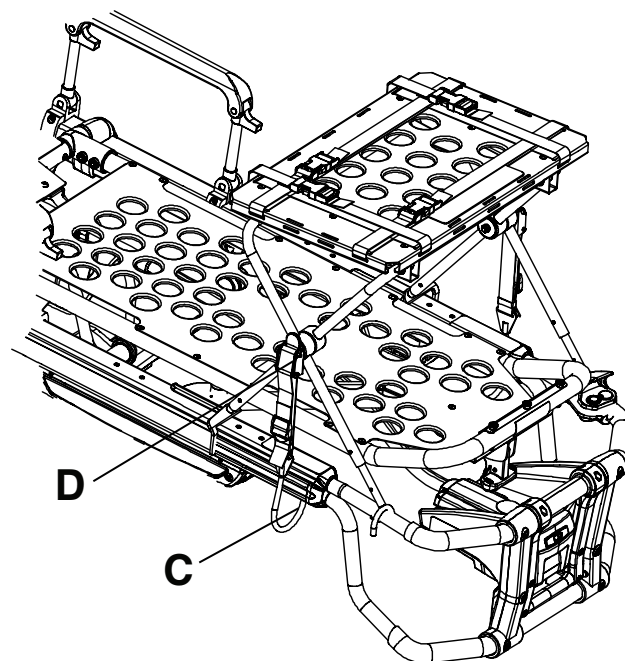
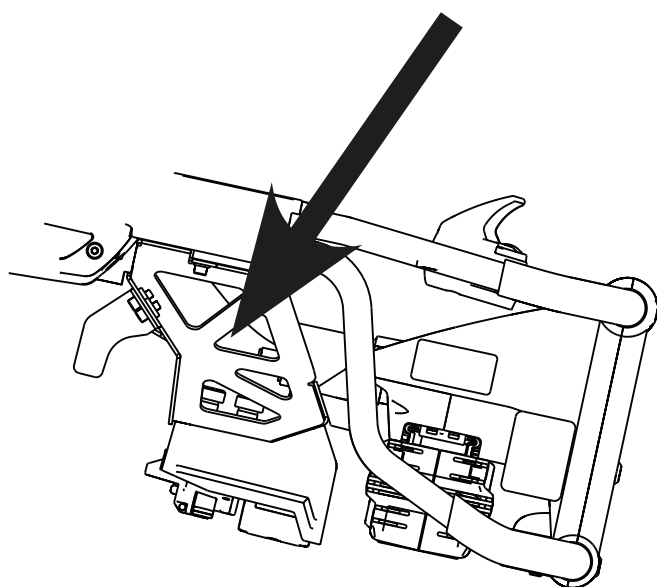

Figura 27 – Amplasarea cârligului de blocare (este ilustrat modelul 6506)
Figura 28 – Urechiuă (este ilustrat modelul 6506)
6. Puneți cârligul zăvorului (C) sub cadrul tărgii sau a dispozitivului de fixare de la capătul pentru picioare, și împingeți urechiușa (D) în sus, până când se fixează în poziție pe o parte și auziți un clic (Figura 27). Repetați pe partea cealaltă. Pentru tărgile compatibile cu **Power-LOAD**, dacă este echipat, trebuie să lungiți și să atașați curelele la dispozitivul de fixare de la capătul pentru picioare (Figura 28).